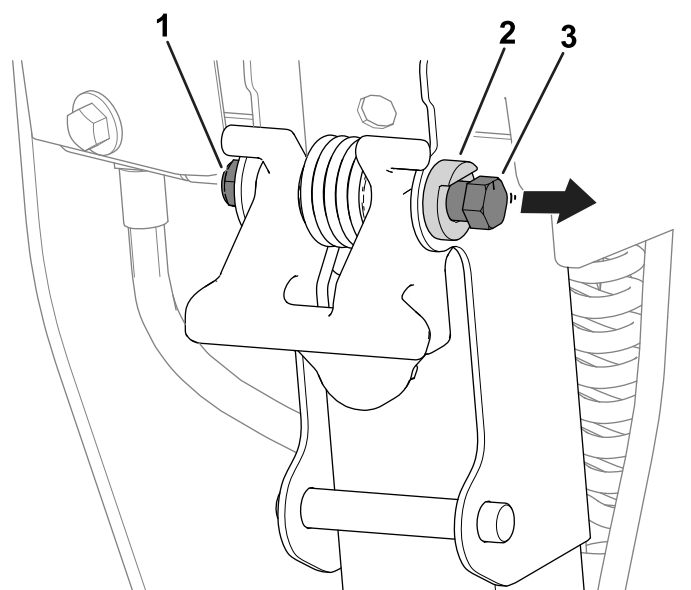

Figura 10
1. Afloje la tuerca en el perno de cierre, de modo que el cabezal del perno se pueda mover libremente justo más allá del tope del pivote (Figura 10).
3. Apriete la tuerca en el perno de cierre (Figura 10), de modo que la nueva posición del perno esté fijada contra el tope de pivote.